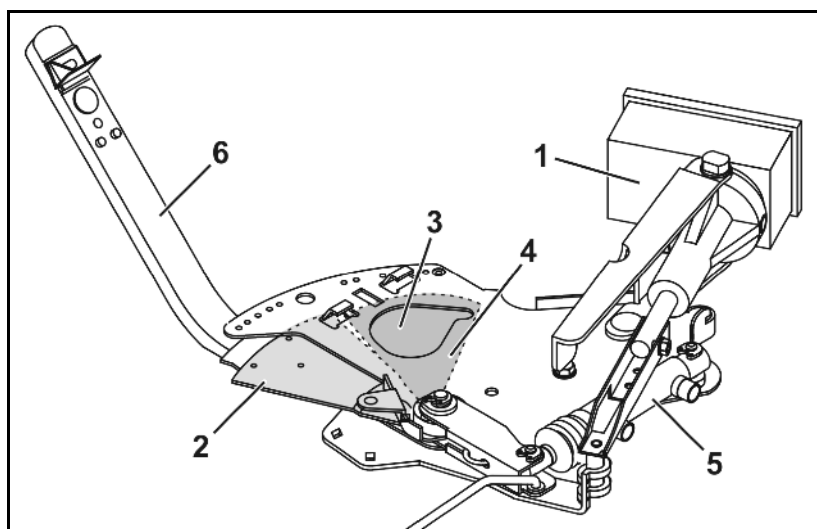

Fig. 22
- **elektronisk** med kørecomputer. I den forbindelse frigiver to doseringsspjæld (Fig. 22/2), som startes af servomotorer (Fig. 22/1), forskellige åbningsbredder i gennemløbsåbningerne (Fig. 22/3).
- **manuelt** via indstillingsgrebene (Fig. 22/6) gennem indstilling af forskellige åbningsbredder for gennemløbsåbningerne (Fig. 22/3). De påkrævede spjældindstillinger i den forbindelse bestemmes enten ved hjælp af oplysningerne i **spredetabellen** eller med **regneskiven**.
Lukkespjældene (Fig. 22/4) bruges til at åbne og lukke gennemløbsåbningerne og kan, afhængigt af udstyret, betjenes separat hydraulisk (Fig. 22/5) via